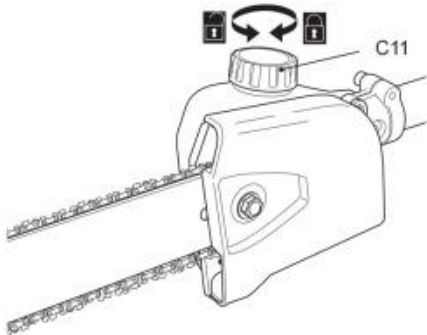

Fig. 16
2) Desenrosque y retire la tapa del tanque de aceite (C11) (Fig. 16), luego agregue lubricante adecuado al tanque. Recomendamos utilizar aceite para cadenas ecológico diseñado específicamente para usarse con este producto.